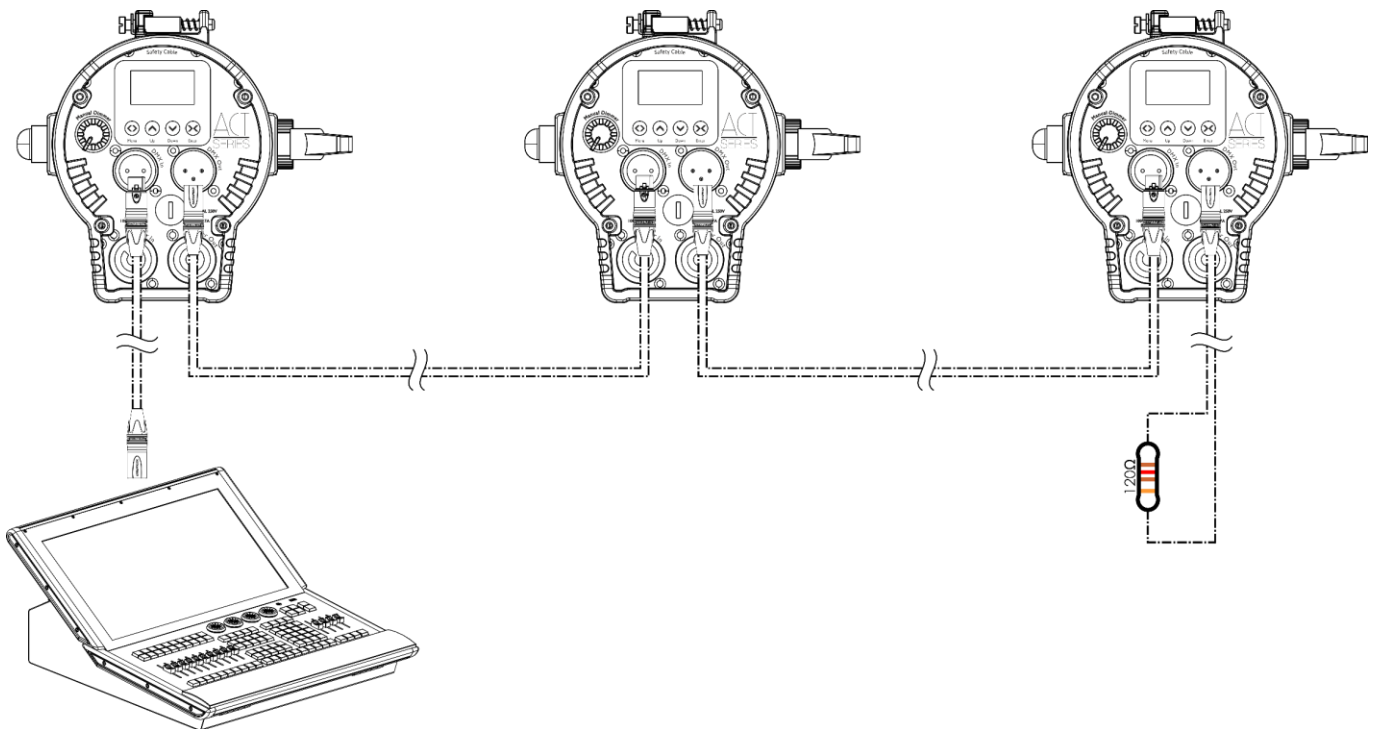

Fig. 13
- 04) Conecte las unidades entre ellas como se indica en la Fig. 13. Conecte un controlador de iluminación a la toma DMX In (entrada) del primer dispositivo mediante un cable DMX. Conecte un cable DMX que vaya desde el conector DMX Out (salida) de la primera unidad al conector DMX In (entrada) de la segunda unidad. Repita este proceso para interconectar el resto de las unidades.